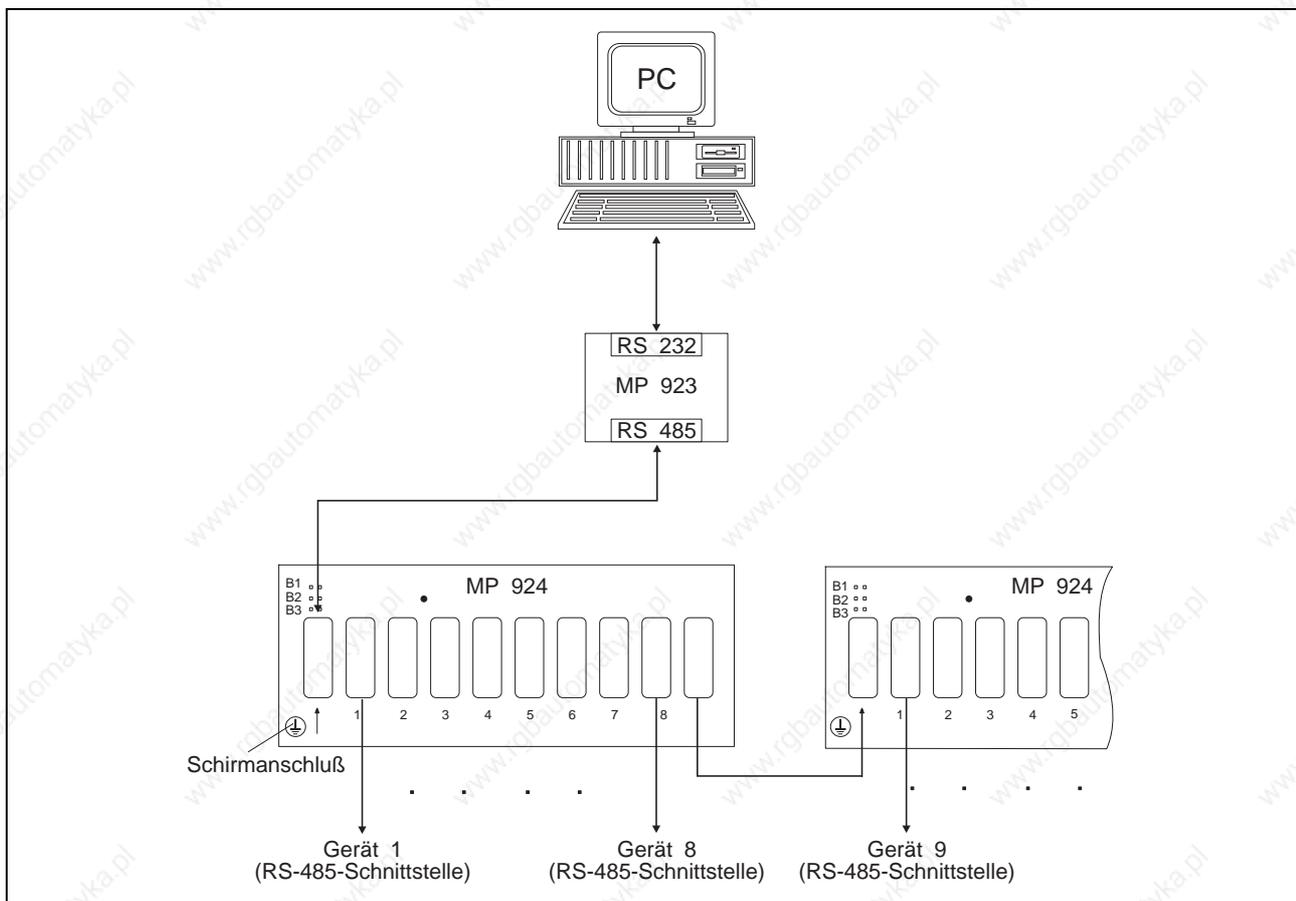

Bild 6-7 Verkabelung
1. Schnittstellenverteiler MP 924 gemäß Bild 6-7 verkabeln. Zur Schnittstellenumsetzung RS 232 ↔ RS 485 (RS 422) den Schnittstellenumsetzer MP 923 verwenden (siehe Kapitel 6.2.3).
2. Werden mehrere Schnittstellenverteiler MP 924 verwendet, diese gemäß Bild 6-7 zusammenschalten.